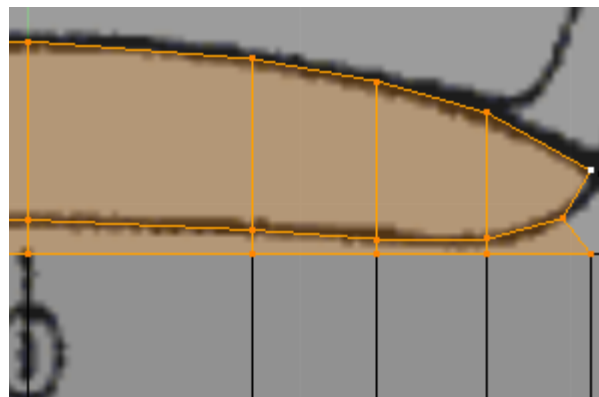

Figura 4.70
9. Na janela Top Ortho, seleccione o contorno traseiro do tejadilho, faça duas extrusões em yy, **[E]>[Y]**, e adapte os novos vértices às linhas de referência da imagem, **[G]>[Y]**, figura 4.70.